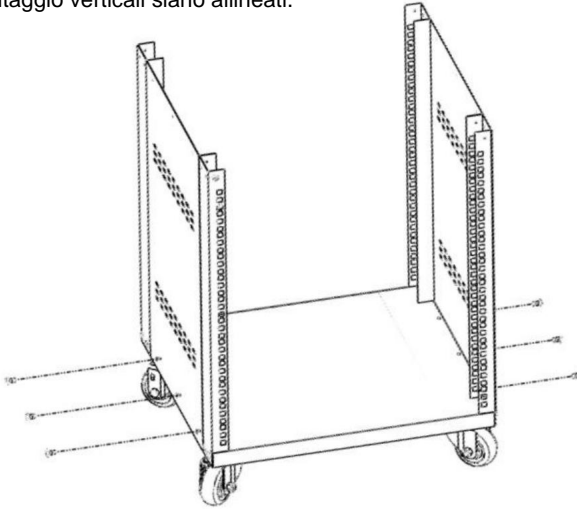

Figura 3
3. Allineare il pannello laterale con il pannello inferiore, fissarlo con 3 viti a testa a croce M5 mediante un cacciavite elettrico. Quindi adottare lo stesso passaggio per fissare un altro pannello laterale. Vedere la Figura 3.